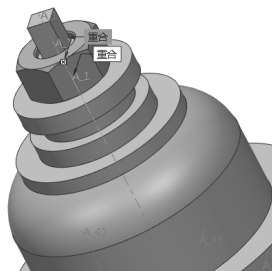

图 8-39 螺母装配
(4) 重复以上步骤, 装配好“螺母.prt”零件, 完成阀盖紧固件的装配, 如图 8-39 所示。